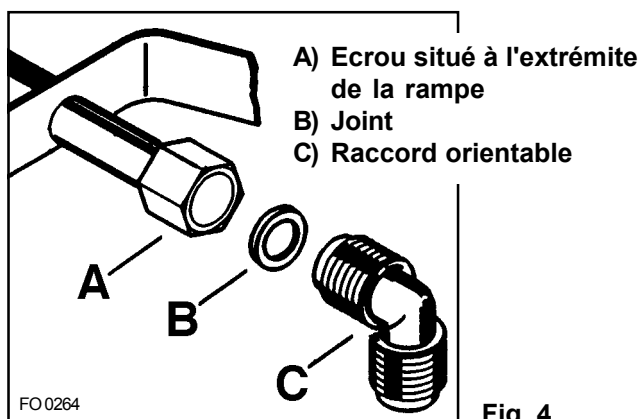

Fig. 4
- 1) Vissez le raccord orientable C dans l'écrou A situé à l'extrémité de la rampe d'alimentation, sans omettre d'intercaler le joint d'étanchéité B (Fig. 4).